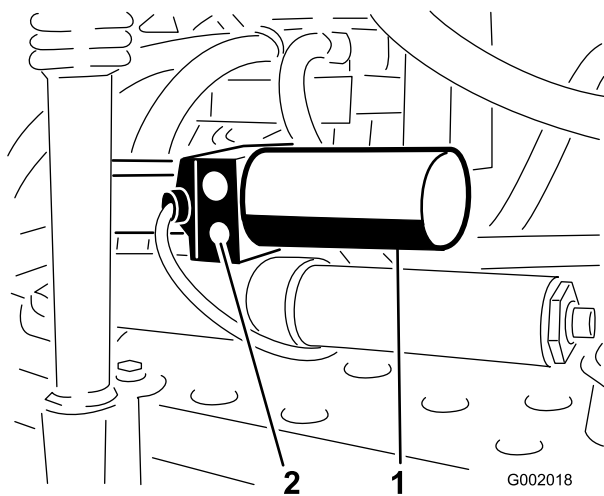

図 69
1. 各アクチュエータについている手動リリースバルブを探し出す。アクチュエータのボディの片側だけについている小さいほうのバルブが手動リリースバルブである(図 69)。